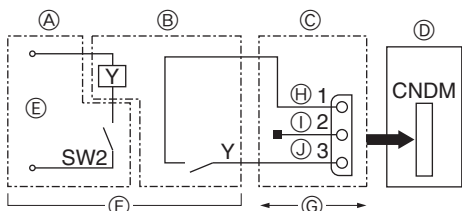

Fig. 10-2
① При использовании внешнего входного адаптера (PAC-SC36NA) (поставляется отдельно) дополните электросхему как показано ниже.
10.2. Функция по запросу (модификация на месте) (Fig. 10-2)